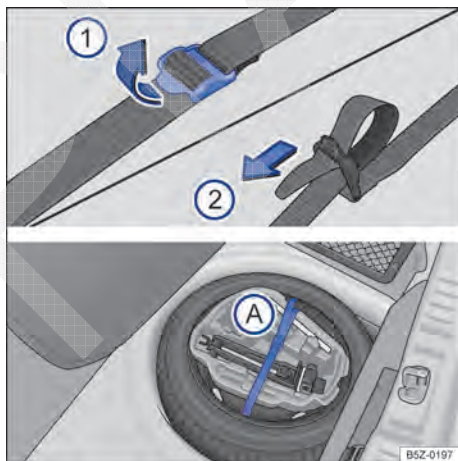

Fig. 131 No compartimento de bagagem: cinta de fixação da caixa de ferramentas e caixa de ferramentas de bordo.
- Para soltar a cinta de fixação → **Fig. 131** (A), puxar a fivela no sentido da seta ①.